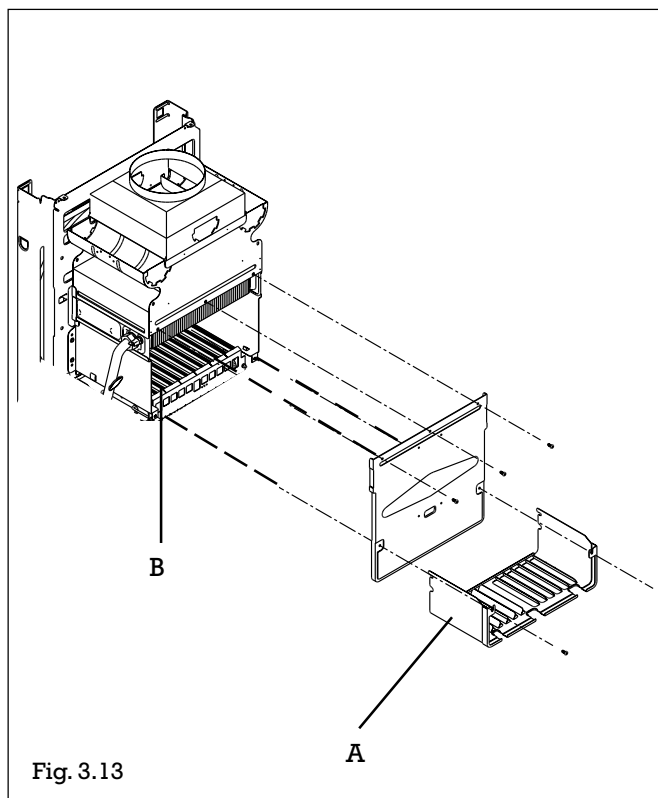
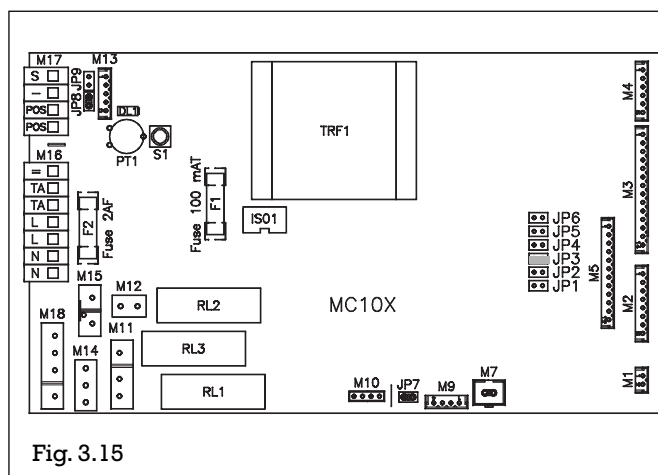

Fig. 3.13
Fig. 3.15
- déposer l'habillage, la face avant et le dessous de chambre de combustion (A) (fig.3.13)
- déposer le brûleur (B) (4 vis)
- dans le cas d'une transformation au GPL démonter le grand capot de protection électrique du tableau de commande et retirer le shunt JP3 (Fig. 3.15). Mettre en place le shunt JP3 fourni avec le set dans le cas d'une transformation aux gaz naturels